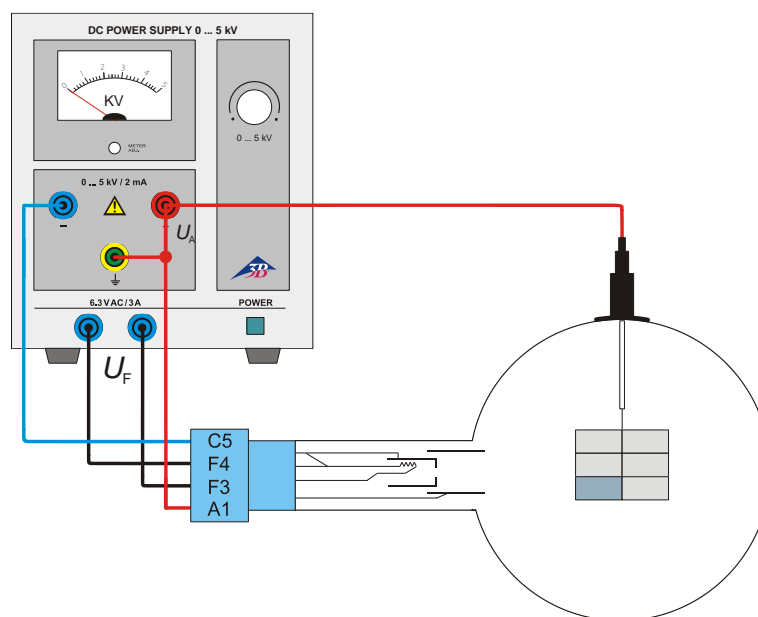

Fig. 1 Eccitazione tramite irradiazione con elettroni
- Collegare il tubo a luminescenza in base alla fig. 1.